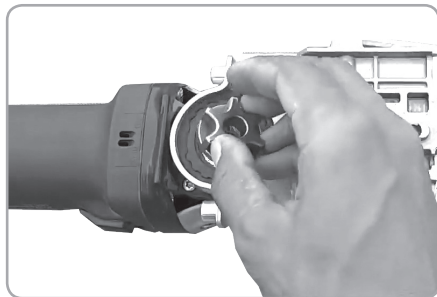

Fig.6
- Introduceți pinionul (10) pe axul polizorului și apoi strângeți bușca conform Fig.6,7;